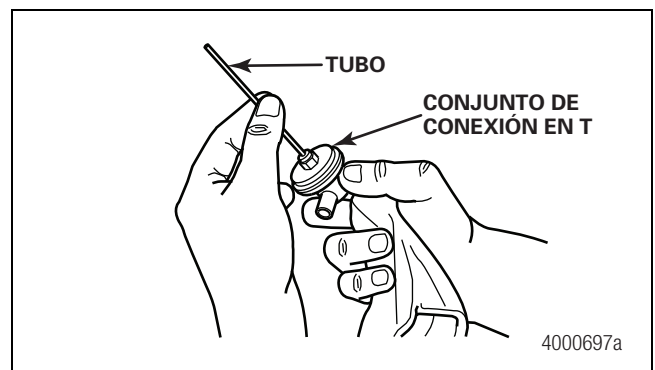

Figura 2.46
3. Compruebe con los dedos que no quedan residuos en el tubo. Figura 2.46.